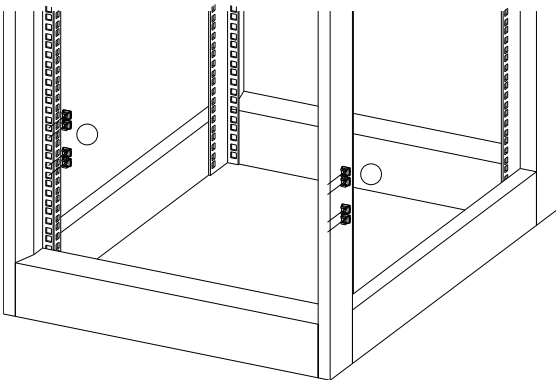
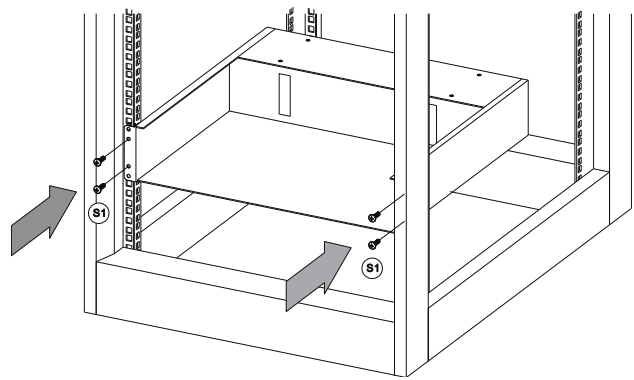

Abbildung 4
Abbildung 5
5. Befestigen Sie die Grundplatte (Abbildung 4). Befestigen Sie das Chassis des Statys XS am Rahmen (Abbildung 5).